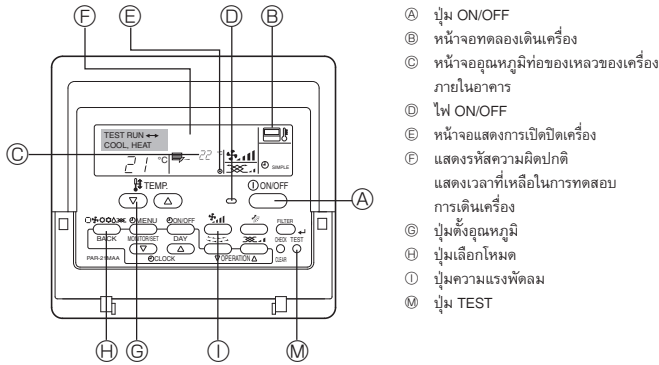

Fig. 7-1
7.2.1. ใช้ตัวควบคุมแบบมีสาย (Fig. 7-1)
- ① เปิดปุ่ม Power ทั้งไว้อย่างน้อย 12 ชั่วโมง ก่อนทดสอบการทำงาน
- ② กดปุ่ม [TEST] Ⓜ สองครั้ง ➔ "TEST RUN" ปรากฏขึ้นบนจอแอลซีดี
- ③ กดปุ่ม [Mode selection] Ⓜ ➔ ตรวจสอบว่ามีลมเป่าออกมา
- ④ กดปุ่ม [Mode selection] Ⓜ และเปลี่ยนเป็นโหมดทำความเย็น ➔ ดูว่ามีลมเย็นเป่าออกมาหรือไม่
- ⑤ กดปุ่ม [Fan speed] Ⓚ ➔ ดูให้แน่ใจว่าความแรงของลมเปลี่ยนไป
- ⑥ ตรวจสอบการทำงานของพัดลมของตัวเครื่องปรับอากาศภายนอก
- ⑦ เลิกการทดสอบการทำงานโดยกดปุ่ม [ON/OFF] Ⓐ ➔ เครื่องหยุดทำงาน
- ⑧ บันทึกหมายเลขโทรศัพท์